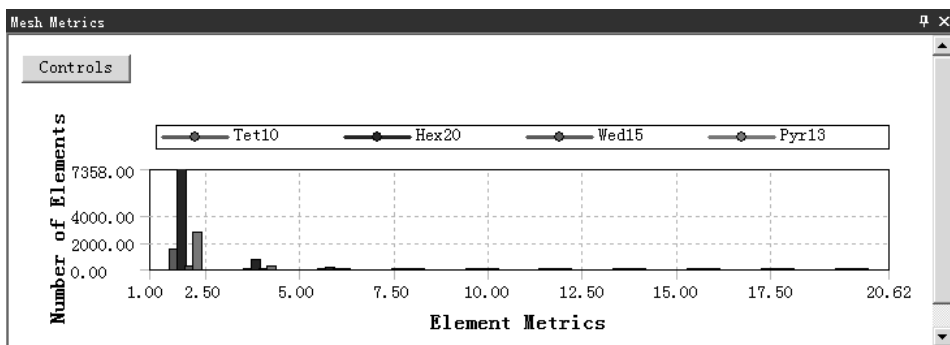

图 5.4.11 检查结果统计图表 (三)
- Jacobian Ratio (雅克比率)。雅克比率适应性较广，一般用于处理带有中节点的单元，选择此选项，在信息栏中打开图 5.4.11 所示的检查结果统计表 (三)。